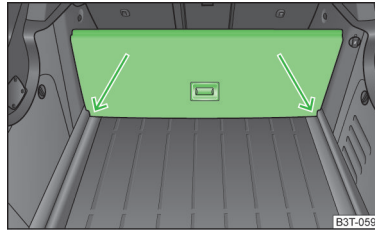

Fig. 111
- Soulevez la partie comportant la fixation et fixez-la en la poussant dans les rainures désignées par les flèches » fig. 111.